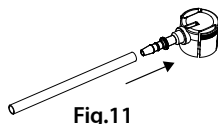

Fig.11
3. Collegare il tubo birra in dotazione a uno degli adattatori Heineken in dotazione (fig. 11).